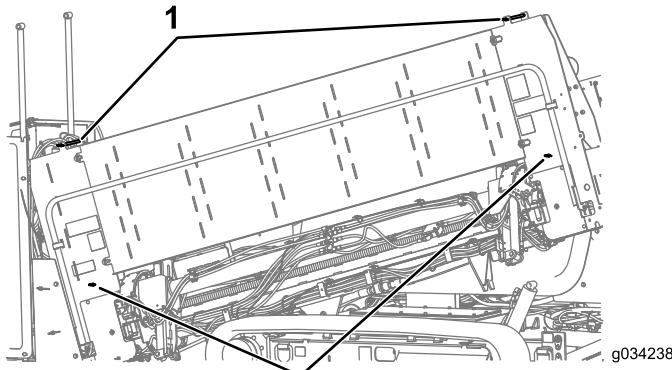

Figura 35
2. Asegúrese de que los pasadores superior y trasero del portabobos están instalados Figura 35.